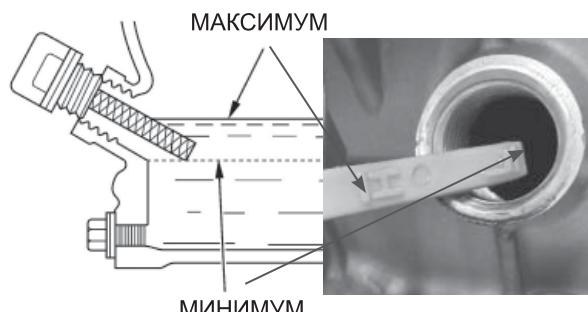

Рис.5
- Извлеките щуп Рис.5 и протрите его чистой тряпкой. Установите его, не закру-